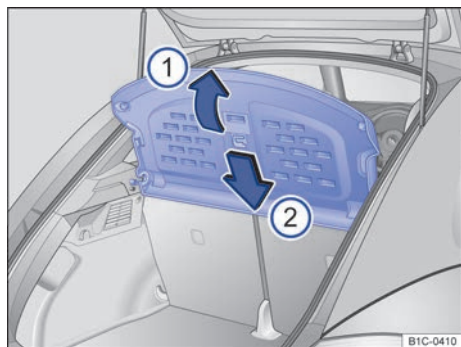

Fig. 84 En el maletero: desmontar y montar la cubierta.
- Levante la cubierta → fig. 84 (flecha ①) hasta que se suelte de los soportes laterales.
- Coloque la cubierta entre el respaldo del asiento trasero y los soportes laterales → fig. 84 (flecha ②).